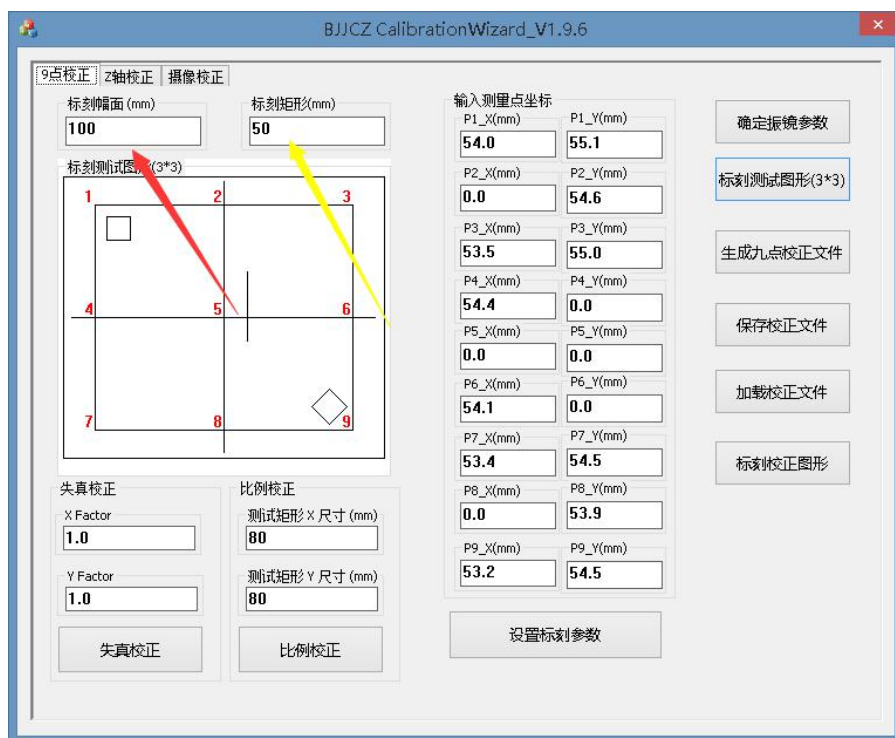

图 2
2. 选择 3DXYZ 校正，点击确认。如图 2 所示，红色箭头设置校正幅面，黄色箭头设置打标矩形尺寸